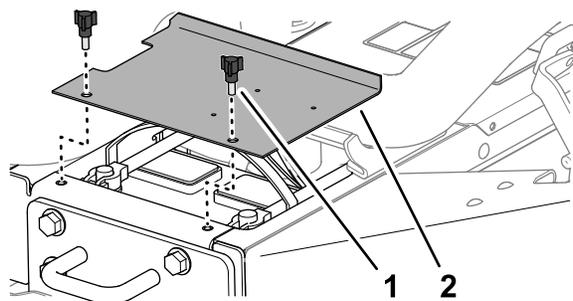

Рисунок 56
1. Отпустите защелки на левой и правой сторонах капота (Рисунок 56).